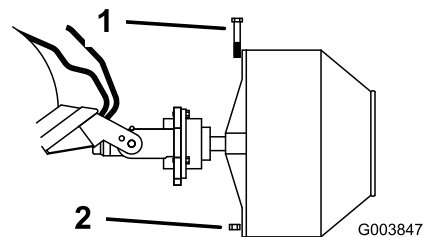

Figure 5
5. Sujete la cubeta al cabezal de barrena con el perno y la tuerca suministrados con el cabezal de la barrena (Figure 5).
4. Retire el perno y la tuerca que fijan la hormigonera al cabezal de la barrena (Figure 5).